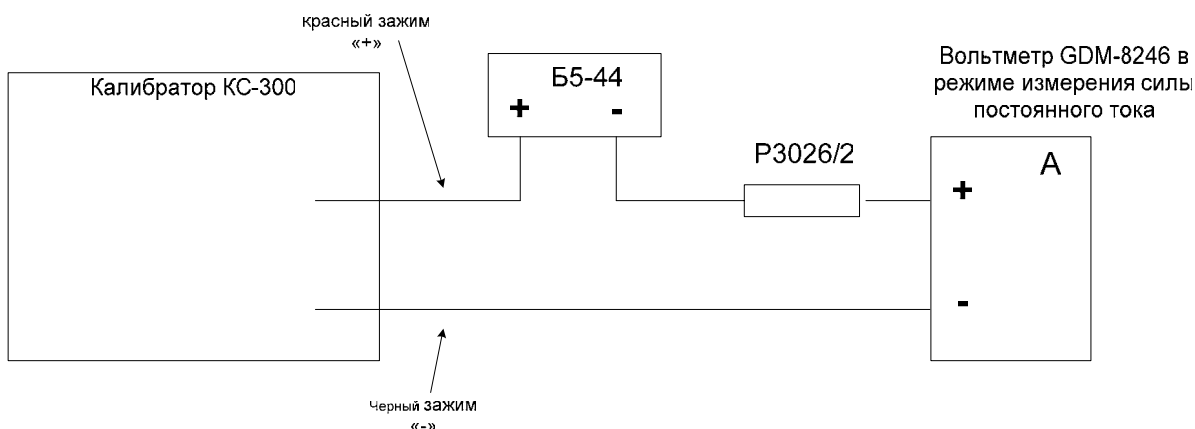

Рис.5. Блок схема подключение калибратора для определения основной погрешности в режиме измерения силы постоянного тока .
4.6.3.2. Установить величину выходного напряжения источника постоянного напряжения (см. рис.5) равным (10 ± 1) В.